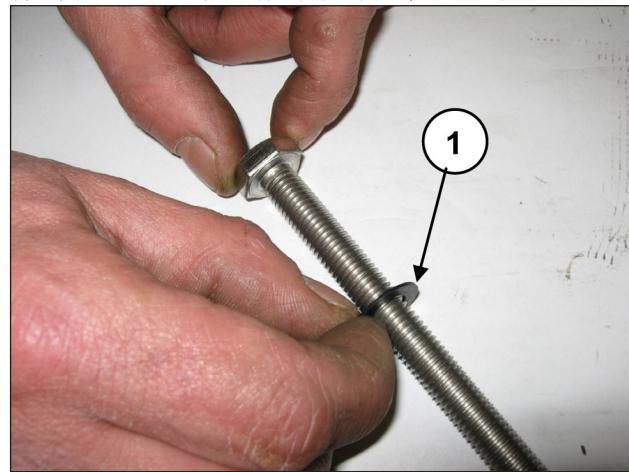

图 181
将垫圈 $\varnothing 10 \times 18 \times 0.9$ 插入活塞固定螺丝(位置①, 图 181)。